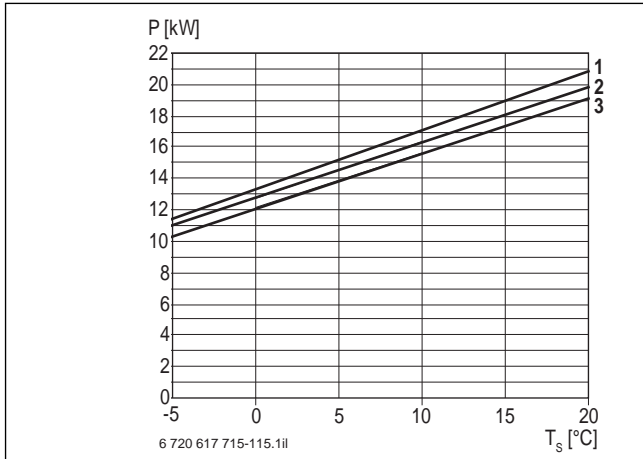
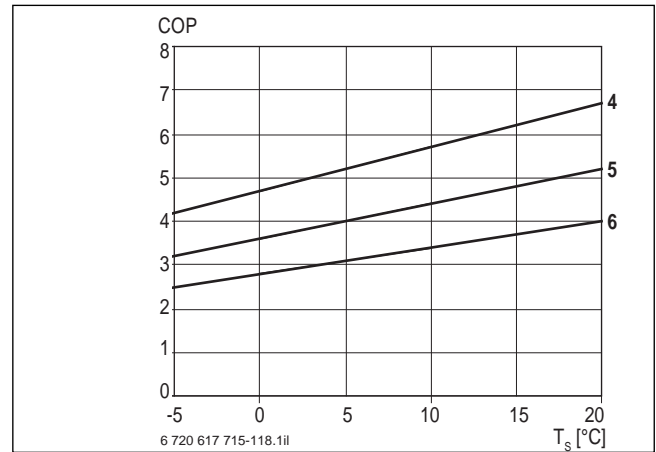

Bild 53 Leistungsdigramm STE 130-1
Bild 56 Leistungszahl STE 170-1
**Legende zu Bild 53 ... Bild 56:**